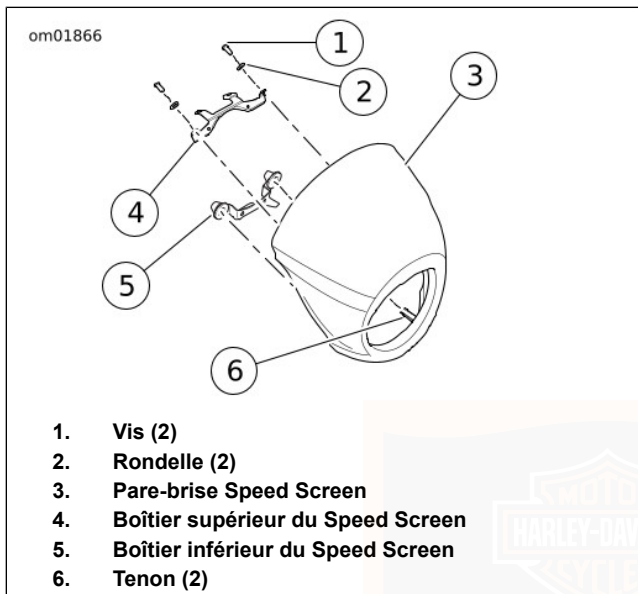
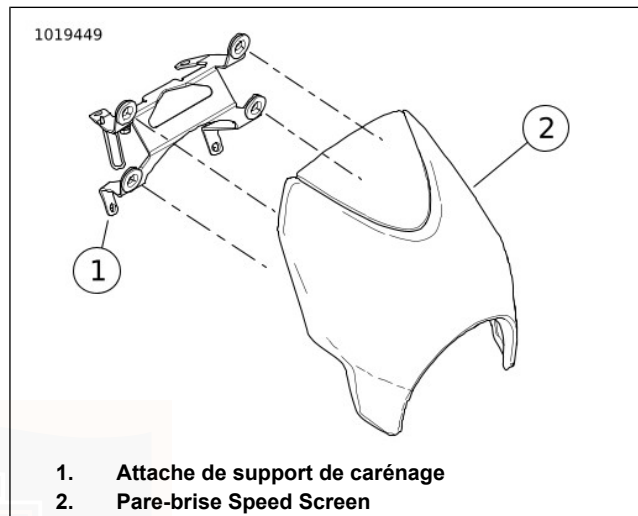

Figure 52. Speed Screen avec phares : Harley-Davidson Street 500 (XG500), Harley-Davidson Street 750 (XG750)
Figure 53. Speed Screen avec phares : Street Rod (XG750A)
- a. Voir Figure 52. Déposer les vis (1) et les rondelles (2) du Speed Screen.
- b. Retirer le pare-brise Speed Screen de son support supérieur (4).
- c. Retirer le pare-brise Speed Screen de son support inférieur (5).
- a. Voir Figure 53. Retirer le pare-brise Speed Screen (2) de son support (1).
6. Voir Figure 53. Aligner les montants du Speed Screen (3) sur les œillets.
a. Poser le pare-brise Speed Screen sur son support inférieur (5).
b. Aligner le Speed Screen sur le boîtier supérieur du Speed Screen (4).
c. Poser les rondelles (2) et les vis (1).
a. Voir Figure 53. Aligner les montants du pare-brise Speed Screen avec les œillets et pousser.
2. Déposer le pare-brise Speed Screen. Voir Figure 52 et Figure 53.
4. Installer l'écran de vitesse. Voir Figure 52 et Figure 53.